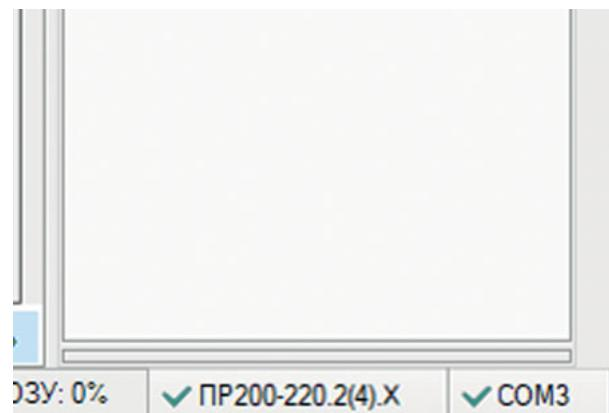

Рисунок 32. Индикация соединения в среде Owen Logic
3. Убедиться в том, что соединение установлено (о чем сигнализирует надпись в правом нижнем углу экрана в среде Owen Logic), см. Рисунок 32.